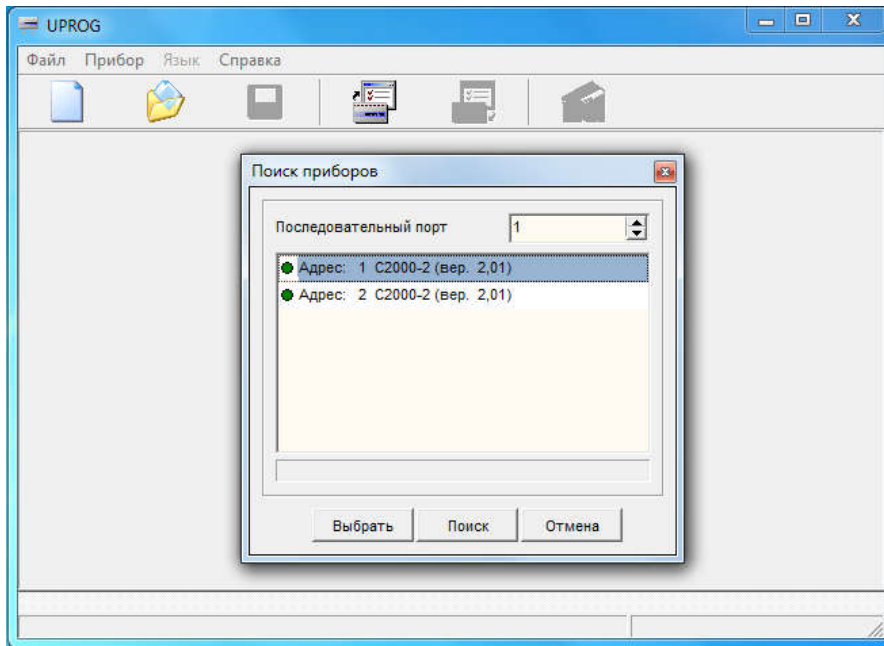

Рис.11. Поиск и выбор контроллера доступа С2000-2.
8) Запустить программу UProg. Выполнить пункт меню «Прибор→Чтение конфигурации из прибора». В отрывшемся окне указать номер COM-порта, выполнить поиск и считать конфигурацию контроллера доступа C2000-2 (см. рисунок 11).